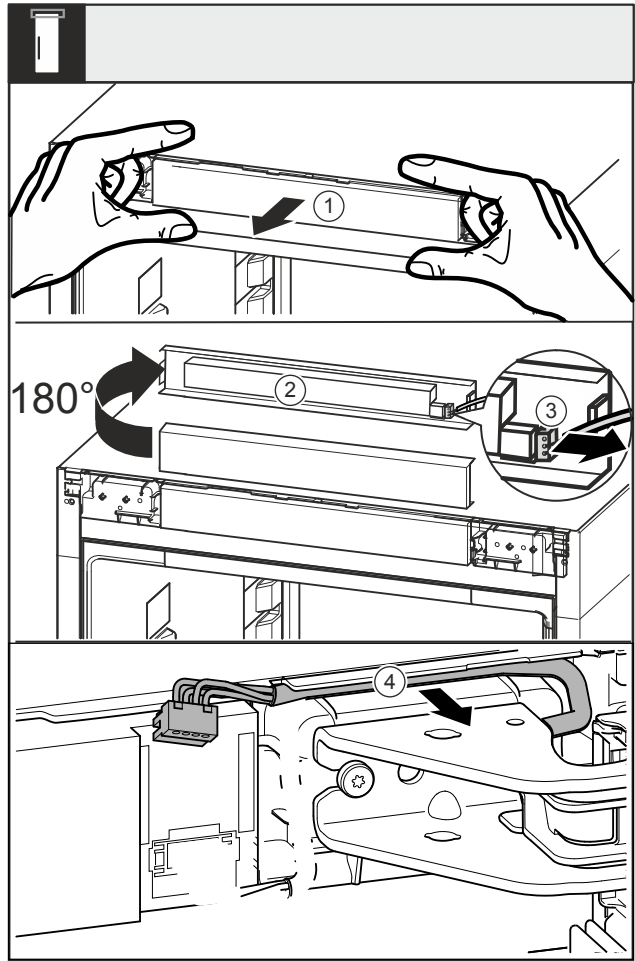

Fig. 17
- ▶ Blende Fig. 17 (1) nach vorne lösen.
- ▶ Blende Fig. 17 (2) nach oben um 180° drehen.
- ▶ Rastnase am Stecker Fig. 17 (3) nach hinten drücken und den Stecker vorsichtig herausziehen.
- ▶ Kabel Fig. 17 (4) über Lagerbock aus der Führung lösen.